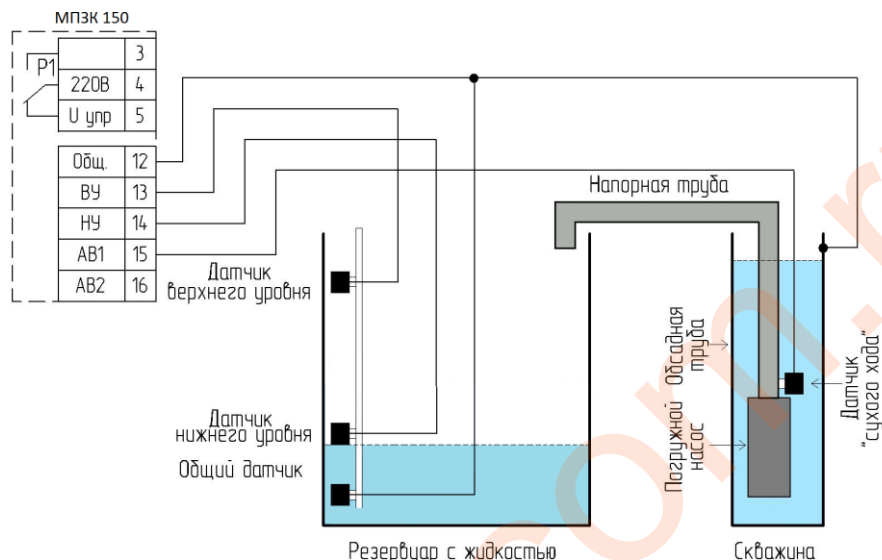

Рис.2 Включение электродвигателя в режиме работы «датчик уровня»
Для возможности удаленного управления и контроля состояния подключить провода интерфейса RS-485 к клеммам 9,10,11 клеммной колодки прибора (Рис.2).
- 1) при уровне жидкости в резервуаре ниже датчика нижнего уровня происходит автоматическое включение электродвигателя насоса для подачи жидкости в резервуар (см. Рис.2);